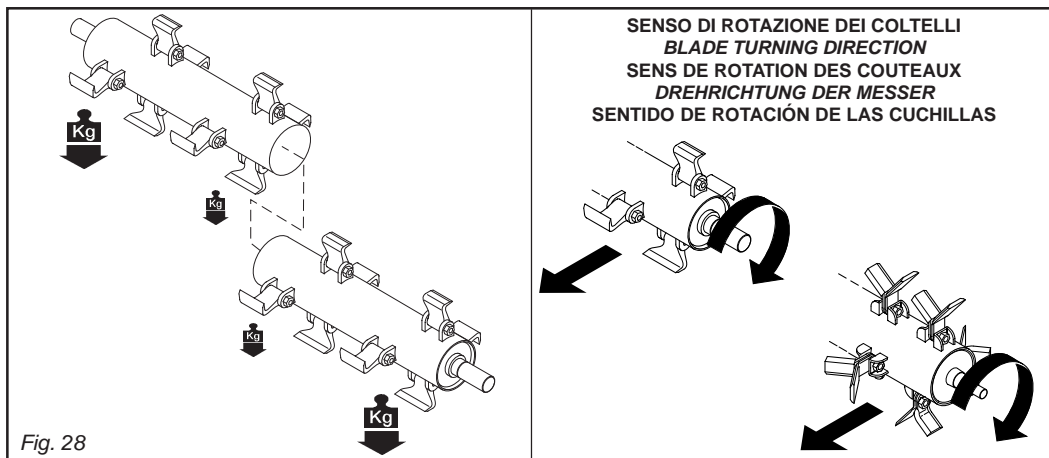

Fig. 28
- **Sistemare le coppie più pesanti alle due estremità del rotore, le coppie più leggere al centro (Fig. 28).**
- **Install the heaviest pairs at the two ends of the rotor and the lighter pairs in the middle (Fig. 28).**
- **Placer les paires les plus lourdes aux deux extrémités du rotor, les paires les plus légères au centre (Fig. 28).**
- **Die schwereren Messerpaare an den beiden Enden des Rotors anordnen, die leichteren Paare im Mittelpunkt anordnen (Abb. 28).**
- Ubicar los pares más pesados en las dos extremidades del rotor, los pares menos pesados al centro (Fig.28).